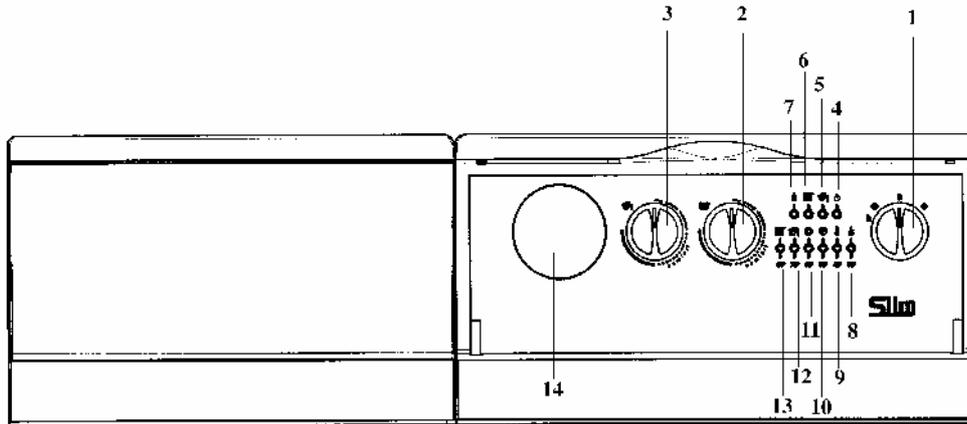

Рис. 1: Панель управления котла
- установить переключатель режимов «лето - зима» (рис. 1, позиция 1) в нужный режим;
- установить регулятор температуры воды в системе отопления (рис.1, позиция 2) на нужное значение;
- установить регулятор температуры воды в бойлере (рис.1, позиция 3) на нужное значение;
Режим работы в системе ГВС может быть исключен путем установки регулятора температуры воды в бойлере (рис.1, позиция 3) на минимальное значение, необходимое для защиты бойлера от замерзания.
Режим работы в системе ГВС можно исключить, установив ручку (рис.1, позиция 3) в положение минимума, что соответствует работе бойлера в режиме "антизаморозки".
Важная информация: при переключателе режимов «лето - зима» (рис. 1, позиция 1), установленном в положении «зима» ❄️, перед каждым очередным включением котла по сигналу регулятора системы отопления установлена задержка на несколько минут (для того чтобы избежать частых включений/выключений). Для того чтобы горелка включилась сразу, переведите переключатель в положение (0), а затем снова установите режим «зима».
- установить переключатель режимов лето-зима (рис.1, позиция 1), в положение "лето";
- установить регулятор температуры воды в бойлере (рис.1, позиция 3) на нужное значение.
Внимание! При первом включении внутри трубы подачи газа могут образоваться воздушные пробки. В таких случаях горелка не будет включаться и произойдет блокировка котла по газу (загорается красная лампочка блокировки котла - рис. 1, позиция 8). При возникновении данной проблемы повторите процесс включения котла до поступления газа в горелку, кратковременно установив перед включением переключатель режимов (рис. 1, позиция 1) в положение R (сброс).
Данное устройство может быть снабжено комнатным термостатом для контроля температуры отапливаемого помещения. В этом случае регулятор температуры воды в системе отопления (рис.1, поз. 2) устанавливается в максимальное положение, а сигналы на включение и выключение котла поступают от комнатного термостата.
При отсутствии комнатного термостата температура помещения регулируется косвенным образом при помощи регулятора температуры воды в системе отопления (рис.1, поз. 2); при таких условиях насос системы отопления работает постоянно. Для увеличения температуры повернуть регулятор по часовой стрелке, для уменьшения - против часовой стрелки.
- Установить переключатель режимов (рис. 1, поз. 1) в положение «лето» ☀. В этом случае котел будет работать только на контур ГВС.
- Установить переключатель режимов (рис. 1, поз. 1) в положение (0), проследив, чтобы лампочка-индикатор (рис. 1, позиция 2) погасла; таким образом прекращается подача электричества на котел.
Регулятор температуры воды в бойлере (рис. 1, поз. 3) может использоваться только при наличии накопительного бойлера. В этом случае возможно отрегулировать температуру воды контура ГВС, установив регулятор на нужное значение.
Приоритет ГВС можно отключить установив регулятор (рис. 1, поз. 3) на минимальное значение в соответствии с функцией защиты от замерзания воды в бойлере.
- переключатель режимов (рис.1, позиция 1) не установлен в положение (0);
Если Вы не хотите нагревать воду в бойлере, переведите регулятор температуры горячей воды (рис.1, позиция 3) на минимальное значение (0); электронная система управления проследит за тем, чтобы температура не опускалась ниже 5°С.